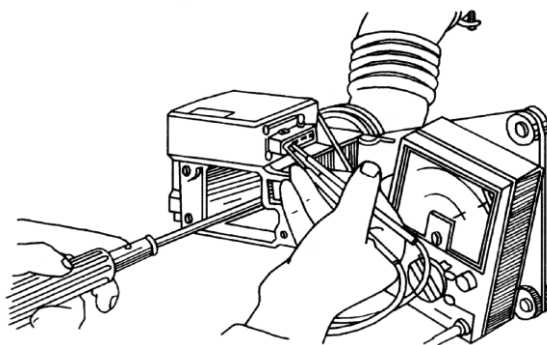

图 2-1-2 电阻检测
D. 推动测量翼片，同时用万用表 Ω 档检测电位计滑动触点 Vs 与 E2 端子间的电阻，如图 2-1-2 所示。在检测翼片由全闭至全开的过程中，电阻值应逐渐变小。